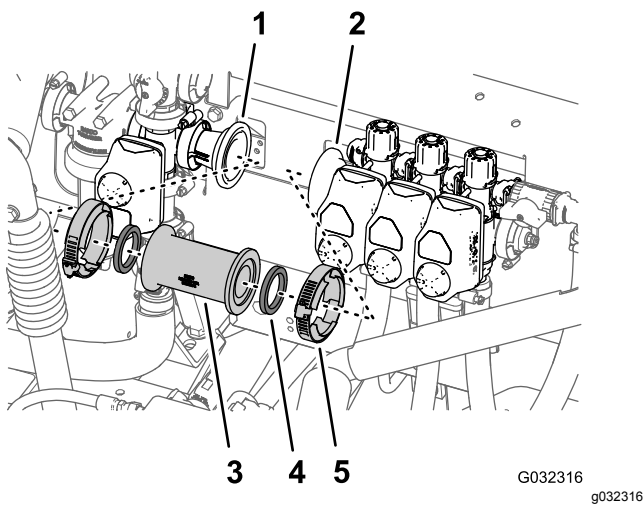

図 45
- 攪拌バルブと左ブームバルブのところでストレートカップラをアダプタカップラに固定しているフランジクランプ2個を外す 図 45。
3. 機体から、ストレートカップラとガスケット2枚を外す 図 45。